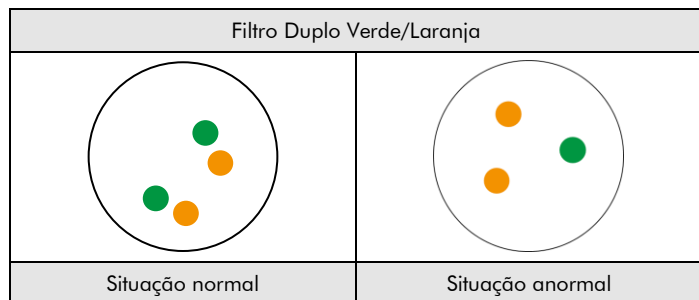

Fig. 2: Resultados esperados em núcleos normais e anormais
**Situação normal:** Em interfases de células normais ou em células sem deleção envolvendo a região do gene PTEN, são visíveis dois sinais verdes e dois sinais laranja (ver Fig. 2).
**Situação anormal:** Em células com deleção da região do gene PTEN, pode observa-se um número reduzido de sinais verdes. Deleções afetando apenas parte da região do gene PTEN podem resultar num padrão de sinal normal com sinais verdes de tamanho reduzido (ver Fig. 2).